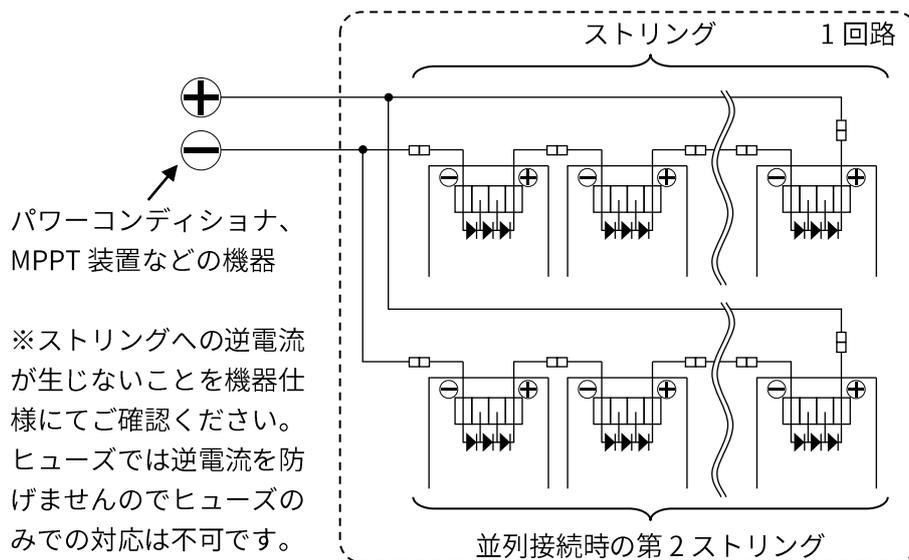

図12. 2本のストリングを並列接続する場合
### ① 2 本のストリングを並列接続する場合（図 12）；